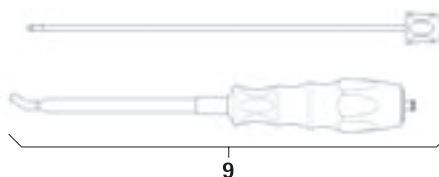

Fig. 4
- Démontez l'instrument de pose de tige 9, voir Fig. 4: Dévisser la partie intérieure.